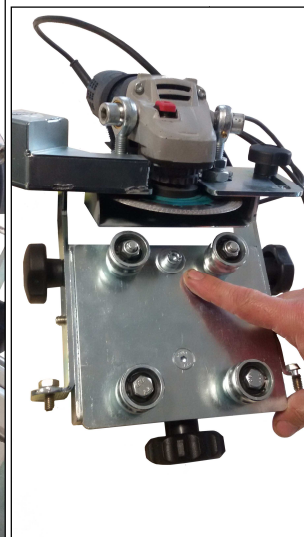

Fig. 6.4.3
- Si la distance n'est pas identique, desserrer la vis présente sur la figure 6.4.3 et faire tourner la plaque porte-meuleuse jusqu'à ce que les deux mesures coïncident.